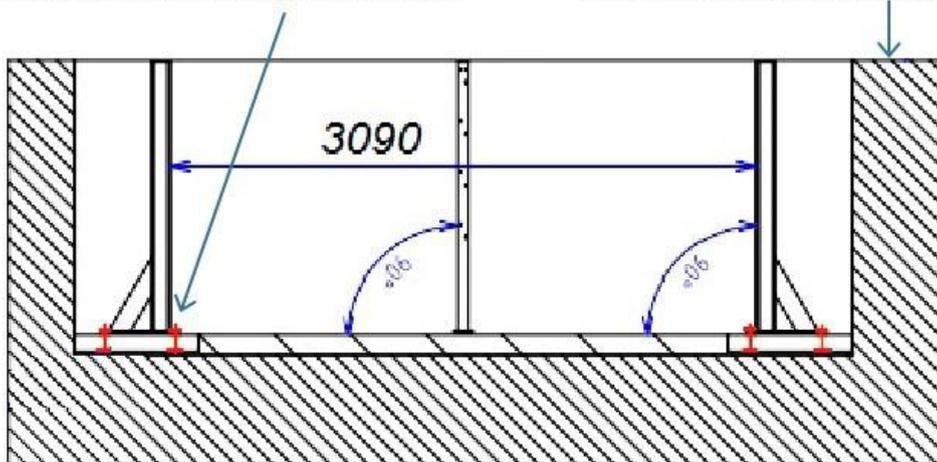

Abb. 4 – Positionierung der Streben und der oberen und unteren Verbindungen
Installieren Sie die Streben an allen 8 Stellen, nachdem Sie diese mit Zylindern ausgestattet haben (Abb. 3 und Abb. 4). Verwenden Sie 8 Doppel- und 12 Einzel-Zylinder sowie 56 Muttern mit einem Durchmesser von 10 mm (Beutel A); stellen Sie die Höhe der unteren Muttern ein und befestigen Sie die oberen Muttern.
- ! Stellen Sie sicher, dass alle in Abb. 4 gezeigten Abmessungen eingehalten werden, bevor Sie zum nächsten Schritt übergehen.